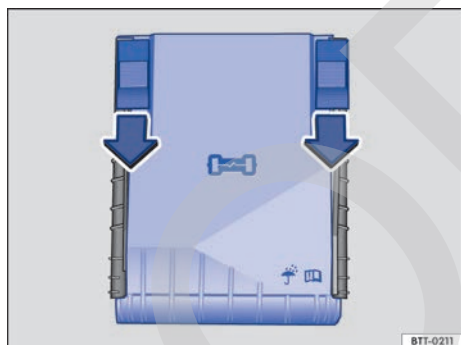

Fig. 168 En el vano motor: cubierta de la caja de fusibles.
- Para desbloquear la cubierta de la caja de fusibles, desplace las teclas de bloqueo hacia delante, en el sentido de las flechas → fig. 168.